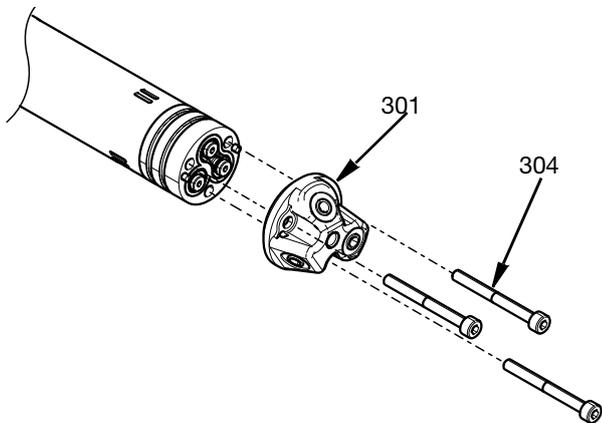

FIG. 30
10. Прикрепите головку сопла (301) к адаптеру винтами М4 (304), прикручиваемыми к центральному корпусу. Затяните с усилием 3,3 Н•м (29,2 дюйм-фунта). См. FIG. 30.